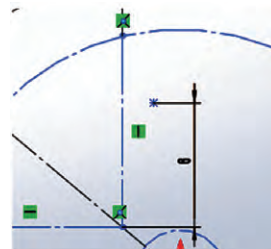

图 8
(3) 绘制一个点，使用智能尺寸工具标注它和构造线 1、3、4 交点（后文皆称此交点为构造线交点）的距离为 6，如图 8 所示。